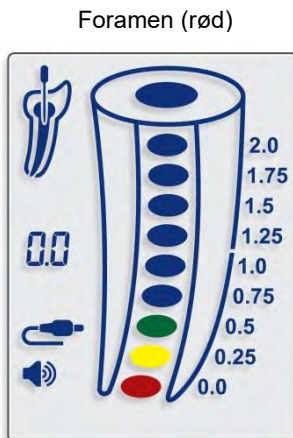

Fig. 10
7.4.12. At nå den apikale foramen (0,0) indikeres af et rødt farvesegment inde i tand rodbehandling billedet (fig. 10) og en konstant lydtone.